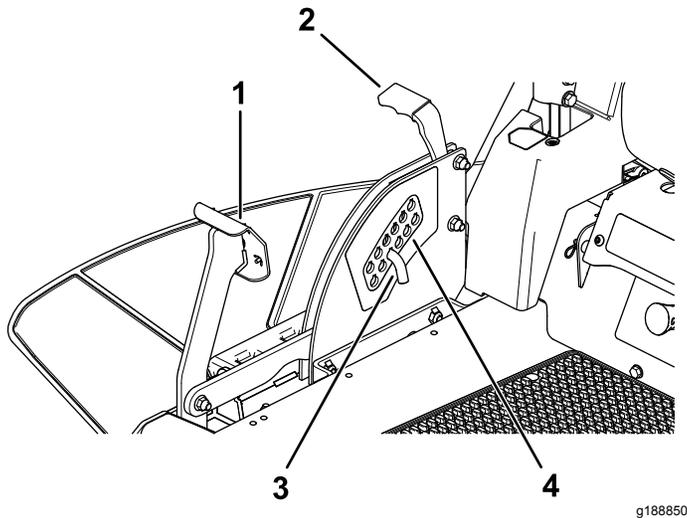

Bild 29
1. Treten Sie mit dem Fuß auf das Mähwerkhubpedal und heben Sie das Mähwerk in die arretierte Transportstellung an (d. h. die Schnitthöhe von 114 mm), wie in Bild 29 abgebildet .
- Entfernen Sie den Splint zum Einstellen der Schnitthöhe aus der Schnitthöhenhalterung (Bild 29).
- Wählen Sie ein Loch in der Schnitthöhenhalterung, das der gewünschten Schnitthöhe entspricht, und stecken Sie den Stift wieder ein (Bild 29).